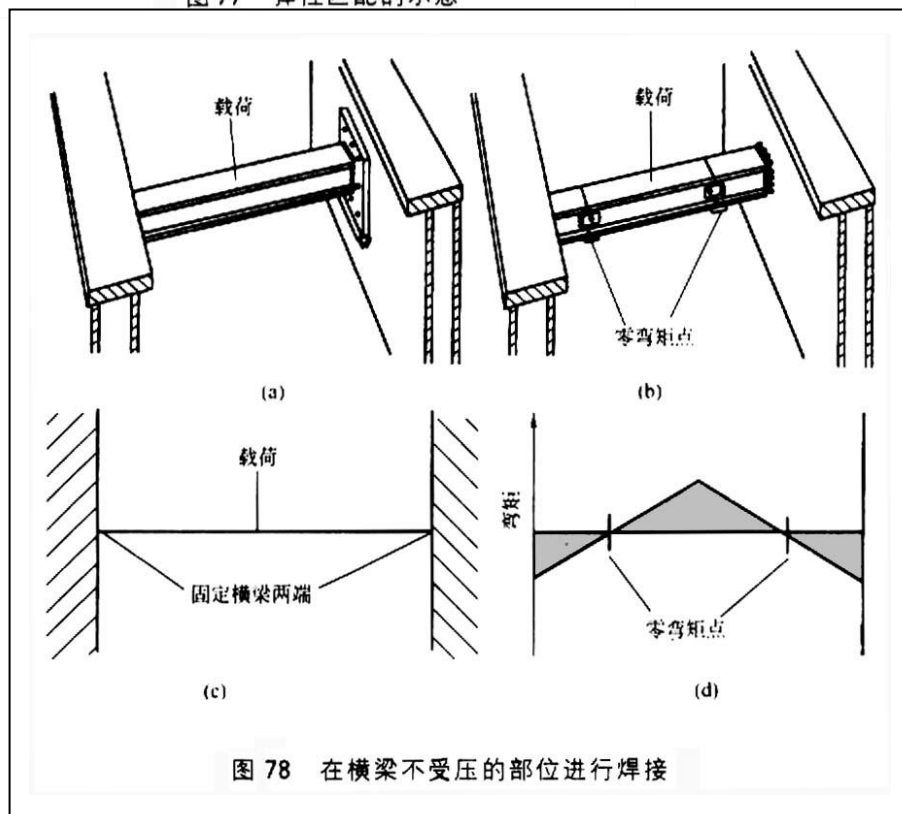

图 78 在横梁不受压的部位进行焊接
3、如要制作一种弯曲度小且易于拆装的横梁（如图 78 所示），一种方法是将工字钢的两端焊接到金属板上，并用螺栓将金属板固定在构件上。然而这种横梁是依赖于周围构件的刚性而起作用的，并且难以拆装，有没有更好的方法来制作横梁？
有更好的方法来制作横梁。当横梁的中部和两端受到集中载荷时，横梁受到的弯矩（力）示意如图 78（c）所示。如果在弯矩为零的两个部位将横梁连接起来，连接处只需承受垂直剪力。横梁两端底部的简易焊接底架，以及横梁中部的金属板能提供承受载荷所需要的刚性，并容易拆装，如图 78(b)所示。